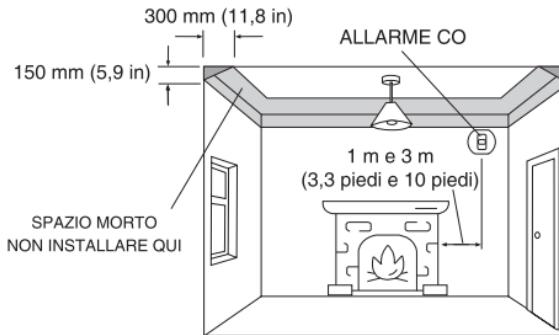
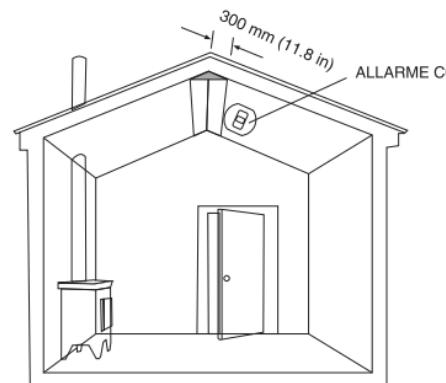

Figura 1: Installazione in una stanza con un apparecchio a combustione
Figura 2: In stanze con soffitti inclinati, il rilevatore di CO dovrebbe essere posizionato sul lato alto della stanza
### 1. Installare un rilevatore di CO in una stanza con un apparecchio a combustione (vedere Figura 1 e Figura 2):
- In stanze con soffitti inclinati, il rilevatore di CO dovrebbe essere posizionato sul lato alto della stanza (vedere Figura 2).